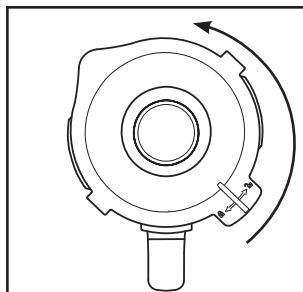

Fig. 1
- 1) Rimuovere l'inserto mixer **③** sollevandolo in verticale dal blocco motore **⑥**.
- 2) Rimuovere il coperchio **②**, ruotandolo in senso antiorario in direzione della posizione  (vedere Fig. 1), fino a poterlo estrarre verso l'alto.
- 3) Riempire l'inserto mixer **③** almeno fino alla tacchetta inferiore della scala graduata **④** e non oltre il segno MAX. Per risultati ottimali si consigliano le seguenti quantità di riempimento massime:
- 1) Rimuovere l'inserto mixer **③** dal blocco motore **⑥**. Per una migliore stabilità rimuovere il coperchio **②**, ruotandolo in senso antiorario in direzione della posizione ↘ (vedere Fig. 1), fino a poterlo estrarre verso l'alto.